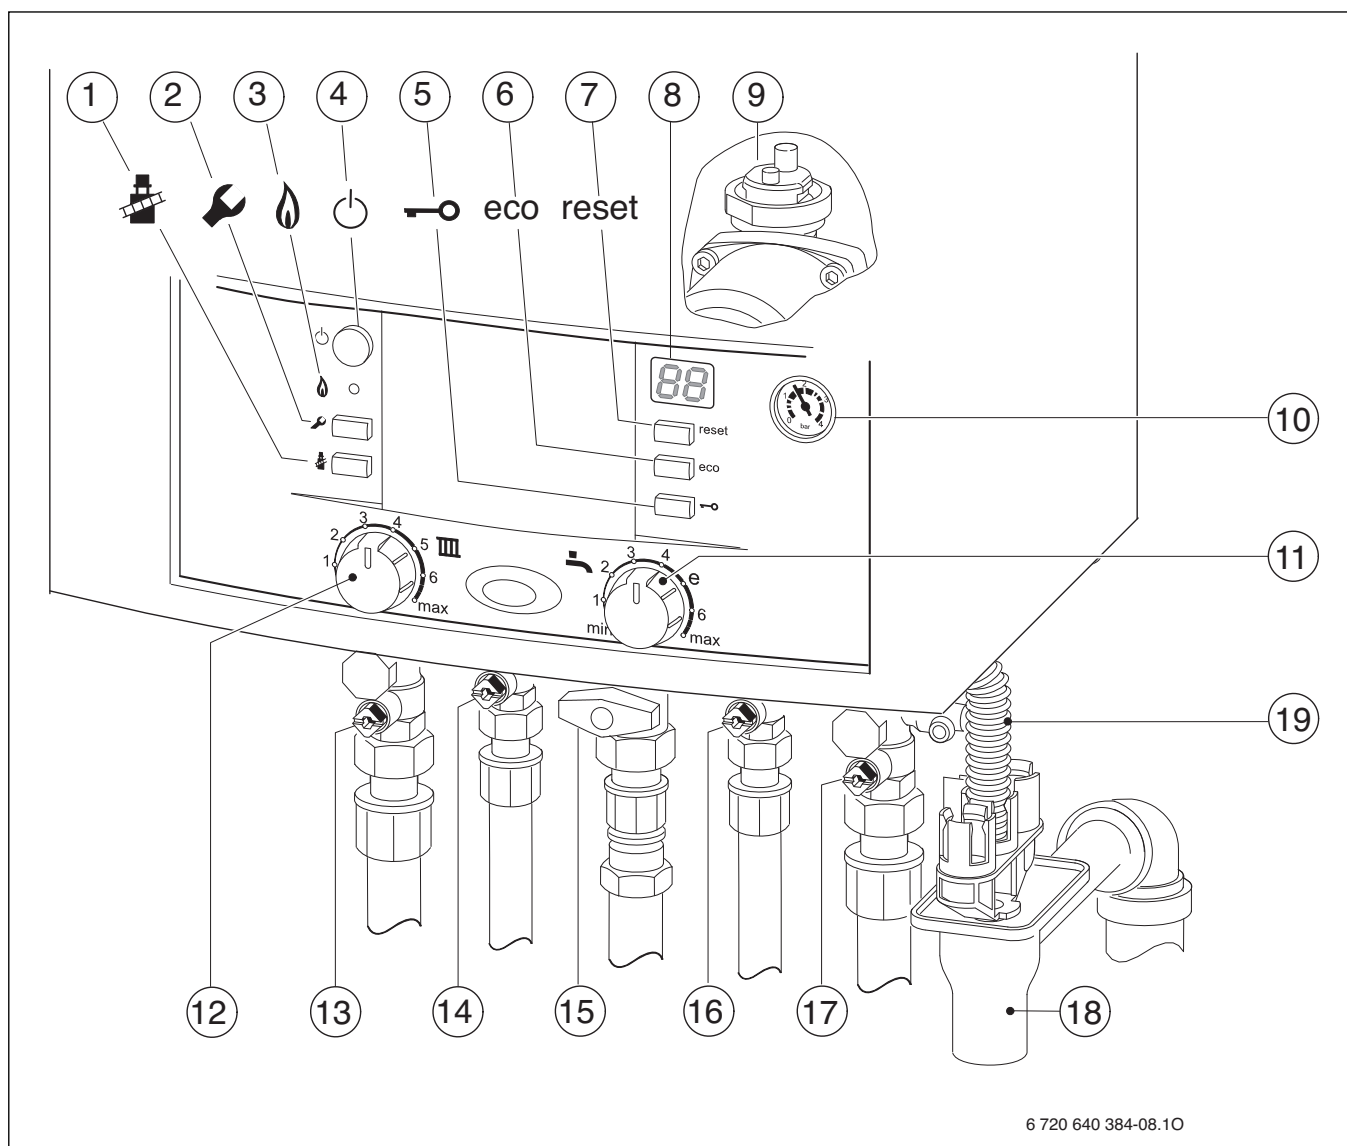

Bild 28
- Automatischen Entlüfter (→ Bild 28, [9]) öffnen.
- Bei Geräten ZWR: Kaltwasserhahn und Warmwasserhahn (→ Bild 28, [16 und 14]) öffnen und einen Warmwasserhahn so lange öffnen bis Wasser austritt.
- Heizungsvorlaufhahn und Heizungsrücklaufhahn (→ Bild 28, [13 und 17]) öffnen und Heizungsanlage auf 1 - 2 bar füllen und Füllhahn schließen.
- Gashahn (→ Bild 28, [15]) öffnen.